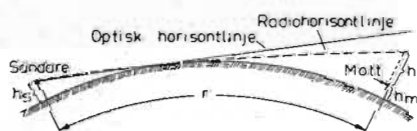

Fig. 3. Beteckningar som användes i ekvation (5) och (6).
I denna formel räknas  $p_o$  i pikowatt (=  $10^{-12}$  watt) per kvadratmeter, som är en lämplig enhet i dessa sammanhang.  $h$  i formeln är avståndet från sändarens horisontlinje (= radiohorisontlinjen) till mottagarantennen (se fig. 3) mätt i meter. I övrigt samma beteckningar som i ekv. (4). För  $h$  har man relationen